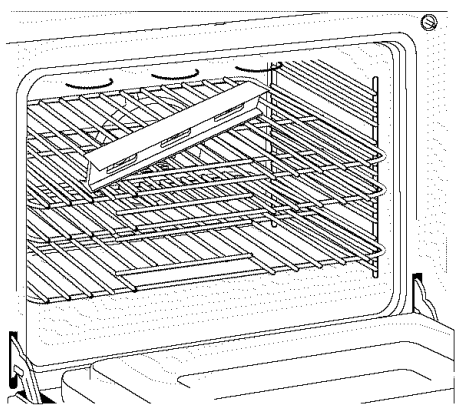
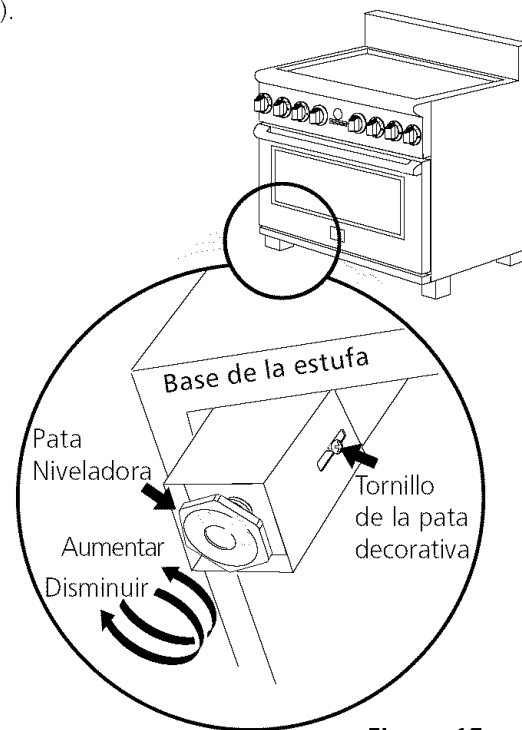

Figura 10
Figura 15
2. Ponga un nivel sobre la parrilla (figura 10). Ponga un nivel sobre la parrilla. Tome dos lecturas con el nivel puesto diagonalmente en una dirección y después en la otra. Nivele la estufa, si es necesario, ajustando las 4 patas niveladoras con una llave de tuercas (vea la figura 15).
6. Nivele la estufa si es necesario, ajustando las 4 patas niveladoras con una llave ajustable. Afloje el tornillo que fija la pata decorativa y levántelo para alcanzar la pata de nivelación. Dé vuelta a la pata de nivelación a la izquierda para levantar la estufa o a la derecha para bajar la estufa (véase la figura 15). Reemplace las patas decorativas según su conveniencia.